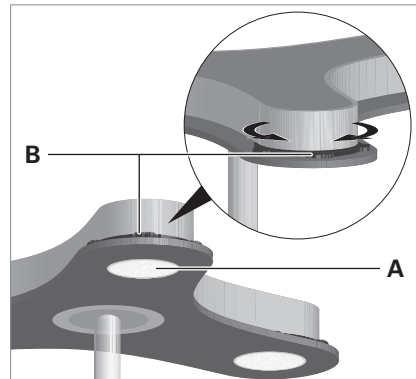

Fig. 14: Aligner les optiques de la lumière directe.
- ▶ Tournez les roues **B**, voir Fig. 14.